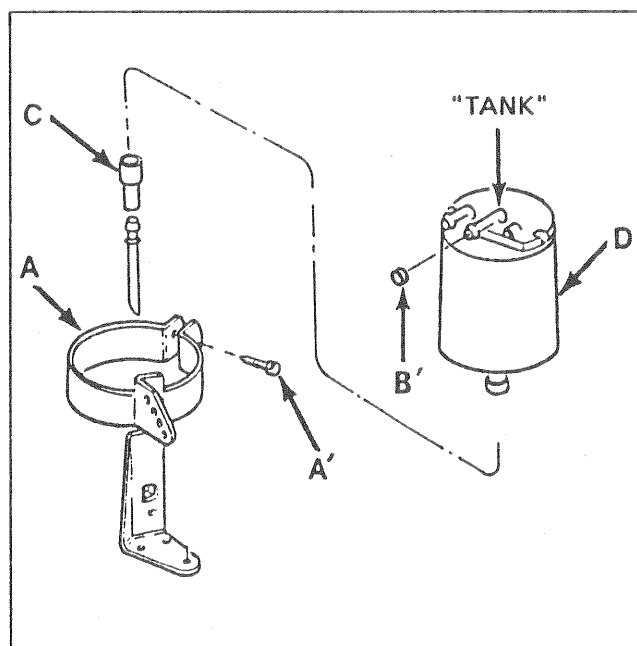

Fig 7
- Relier l'autre extrémité du tube de réaspiration à l'aide de la durit (Réf : 77 01 033 228) après avoir placé l'ajutage B' dans la sortie de l'absorbeur de vapeur d'essence repérée "TANK" (Fig 7)